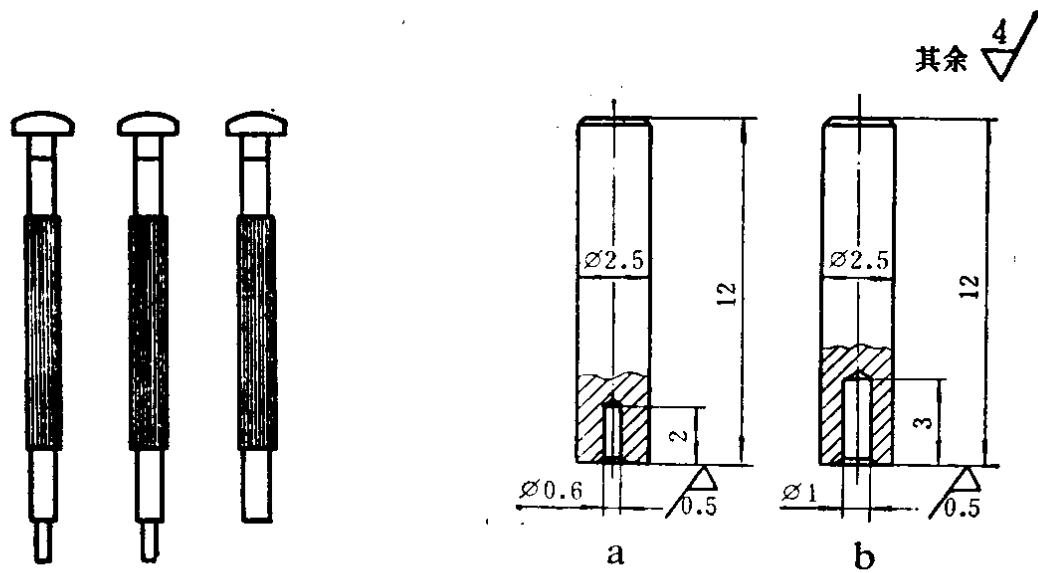

图 1-4 各种针冲子
3. 针冲子 针冲子是用来安装时、分、秒针的。按用途可以分为时针冲子、分针冲子和秒针冲子三种（见图1-4）。时针冲子和分针冲子的冲头中间带孔，孔的直径略大于分轮管和秒齿轴尖的外径。冲头镶在改锥杆上。秒针冲子则是一个实心的平头改锥杆。图1-5所给出的冲头尺寸可以适应多种型号的手表。